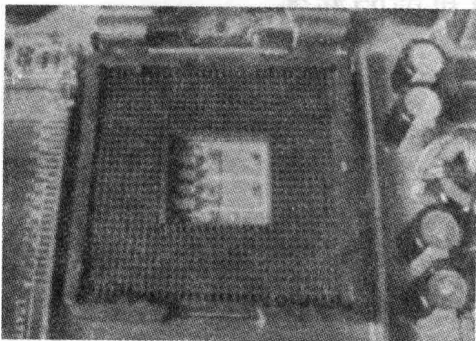

图 2-1
4. 打开上盖,并使它与底座呈 90° 角。如图 2-1 所示。